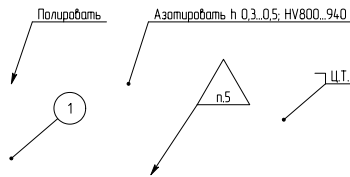

Рис. 1.10. Примеры надписей
**Надпись** – стандартный элемент оформления чертежа, состоящий из совокупности отрезков прямых линий и текстовой информации. На чертеже надписи могут служить для указания позиций, обозначения неразъемных соединений и т.д. (рис. 1.10). Надпись может быть построена в абсолютных координатах, либо привязана к узлу или линии построения.